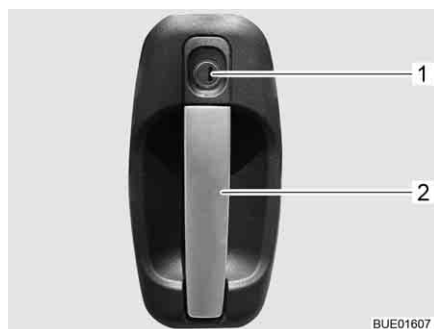

Fig. 48 Serratura della porta di ingresso, lato esterno
Apertura: ■ Inserire la chiave nel cilindro della serratura (Fig. 48,1) e ruotare fino a quando la serratura della porta si sblocca.
■ Tirare la maniglia della porta (Fig. 48,2). La porta è aperta.
Bloccaggio: ■ Inserire la chiave nel cilindro della serratura (Fig. 48,1) e ruotare fino a quando la serratura della porta si blocca.